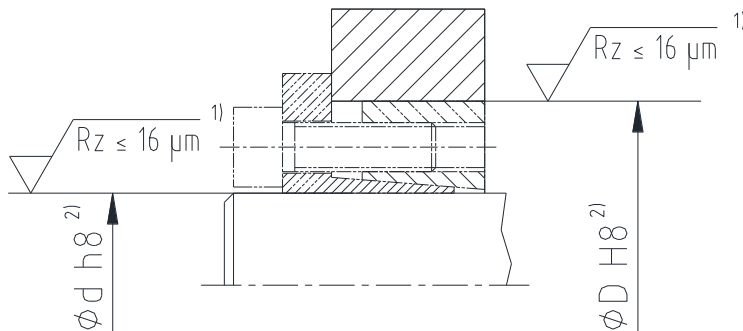

Bild 3: Toleranzen und Oberflächen (Beispiel: CLAMPEX® KTR 206)
- Prüfen Sie den Wellen- und Nabensitz auf die vorgeschriebene Toleranz (siehe Bild 3).